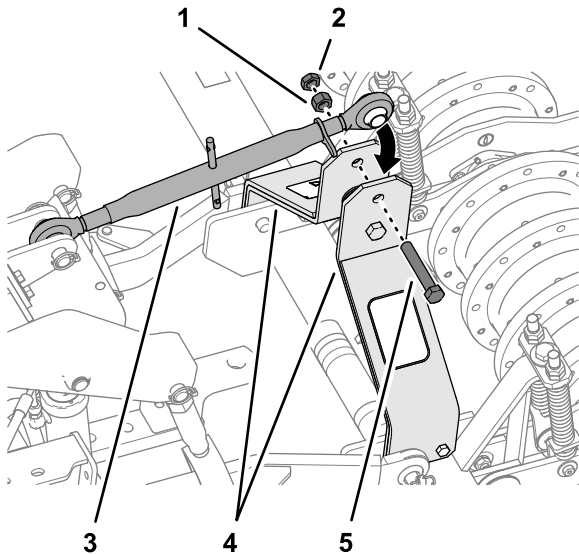

Figura 18
6. Conecte el otro extremo del brazo superior del enganche de 3 puntos a los brazos de elevación del aireador (Figura 18) con el perno ($\frac{3}{4}$ " x 4"), la tuerca ($\frac{3}{4}$ ") y la contratuerca ($\frac{3}{4}$ ").